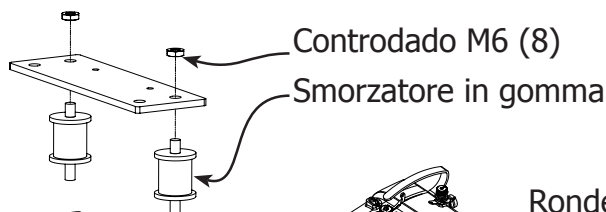

Fig. 5-2
5-2: Inserire dunque l'estremità corta (2) degli smorzatori all'interno dei fori di ogni piastra di montaggio precedentemente rimossa, come mostrato in Fig. 5-2. Stringere (1) i controdadi M6 sull'estremità di ogni bullone usando la chiave 10mm.